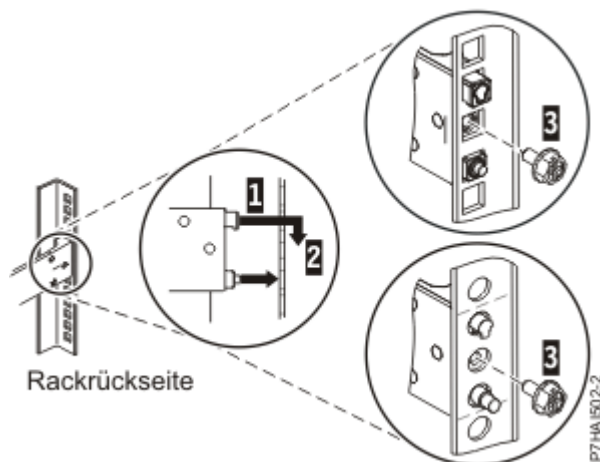

Abbildung 3. Stifte an den Bohrungen in der Rückseite des Racks ausrichten und in den Bohrlöchern einrasten lassen
3. Richten Sie die zwei Stifte an der Rückseite der Schiene an den zuvor markierten oberen und unteren Bohrungen in der ausgewählten EIA-Einheit aus. Ziehen Sie die Schiene zu sich heran, um die zwei Stifte in die Rackbohrungen **(1)** einzusetzen, und senken Sie die Schiene ab **(2)**, damit der hakenförmige obere Stift einrastet. Einzelheiten finden Sie unter Abbildung 3 auf Seite 6. Stellen Sie sicher, dass die zwei Stifte aus den Rackbohrungen herausragen, bevor Sie mit dem nächsten Schritt fortfahren.